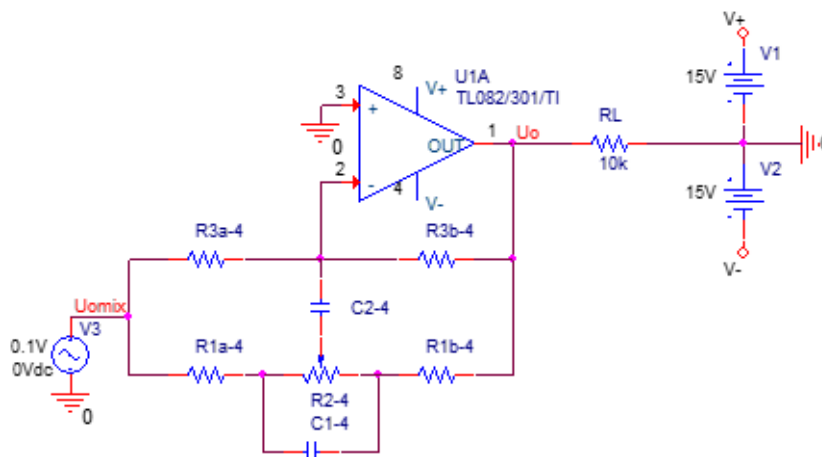

Fig. 7.3. Schema utilizată în simularea Spice a unei celule din egalizorul grafic
Circuitul utilizat în simularea fiecărei celule este reprezentat în fig. 7.3.
Pentru determinarea prin simulare Spice a frecvenței centrale a fiecărui filtru, se înlocuiesc în fig. 7.3 succesiv valorile condensatoarelor determinate prin calcul pentru fiecare celulă.
- La intrarea circuitului din fig. 7.3 se aplică semnal de la o sursă de c.a. (VAC, amplitudinea 0.1V) și se efectuează o analiză de c.a. (AC Sweep/Noise: Start Frequency=1, End Frequency=1Meg, Points/Decade=101).